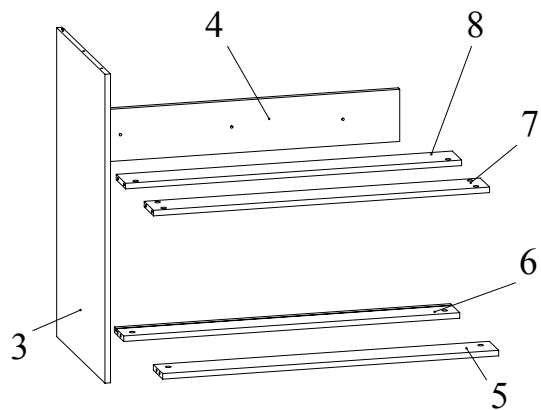

Рис.4
5. Установить царгу 4, распорные планки 5, 6, 7, 8 на боковину 3 и зафиксировать, повернув конфирматным ключом головки минификсов по часовой стрелке до упора (Рис. 4).